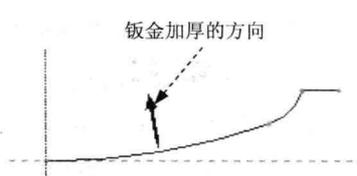

图 1.11 钣金加厚的方向
(4) 确定加厚方向。使用图 1.11 所示的系统默认的加厚方向，在 **DIRECTION (方向)** 菜单中选择 **Okay (确定)** 命令。